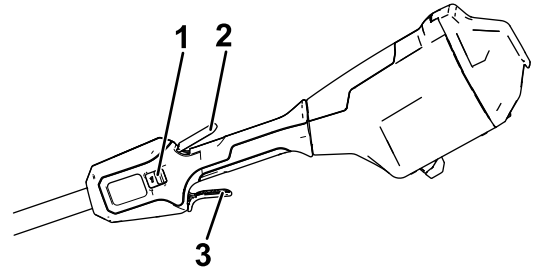

Figura 10
6. Para arrancar la máquina, apriete el gatillo de bloqueo, y luego apriete el gatillo de accionamiento (Figura 10).